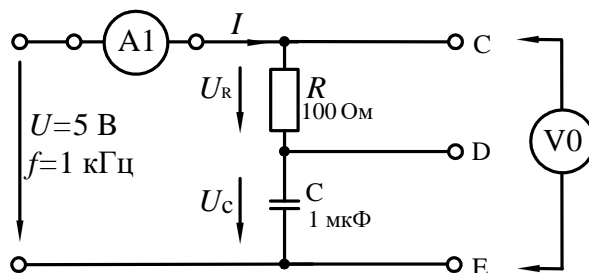

Рисунок 10 –Исследования неразветвленной цепи RC
2.1. Соберите цепь согласно схеме (рис. 10), подсоедините регулируемый источник синусоидального напряжения и установите его параметры: $U=5$ В, $f=1$ кГц.